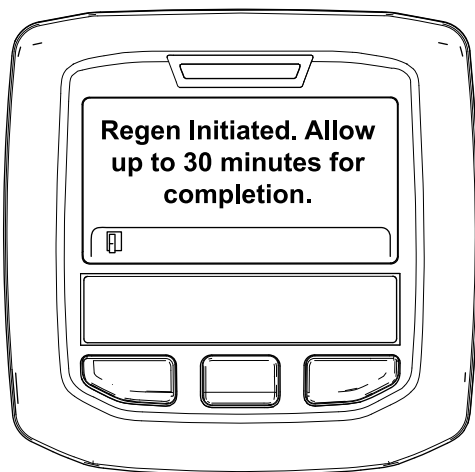

Figura 36
- Se la rigenerazione è consentita, nell'InfoCenter viene visualizzato il messaggio "Rigen. inizializzata. Attendere fino a 30 minuti per il completamento", attendete il completamento del processo di rigenerazione parcheggiata da parte della macchina (Figura 36).